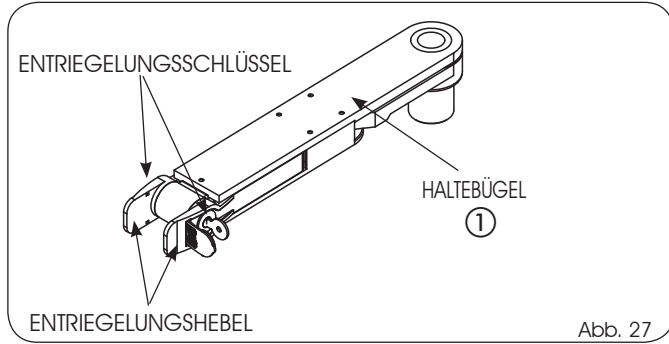

Abb. 27
Als Optional ist für den Antrieb S800H ENC eine mechanische manuelle Notentriegelung vorhanden. Sollte es wegen Stromausfall oder Betriebsstörungen erforderlich sein, das Tor manuell zu bewegen, muss die Entriegelungsvorrichtung mit Schlüssel betätigt werden: Die Vorrichtung befindet sich am Haltebügel des Tors (Abb. 27, ①) und ermöglicht die Entriegelung des Systems sowohl von innen als auch von außen, ES SIND KEINE ANDEREN BUCHSEN ALS DIE GELIEFERTEN ERFORDERLICH.
1) Den Entriegelungshebel wieder in die Ruhestellung bringen (Abb. 27).